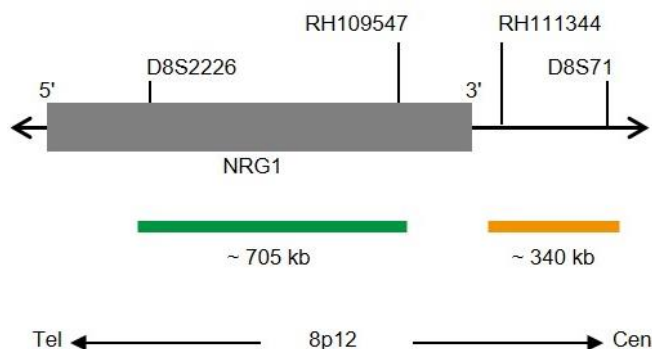

Fig. 1: SPEC NRG1 Mappa della sonda (non in scala)
- Polinucleotidi (~10 ng/ μ l) marcati con ZyGreen (eccitazione 503 nm/emissione 528 nm), le cui sequenze target mappano in 8p12* (chr8:31,730,448-32,433,429) distali al punto di rottura di NRG1 (vedere Fig. 1).
- Polinucleotidi (~4.5 ng/ μ l) marcati con ZyOrange (eccitazione 547 nm/emissione 572 nm), le cui sequenze target mappano in 8p12* (chr8:32,644,505-32,985,279) prossimali al punto di rottura di NRG1 (vedere Fig. 1).